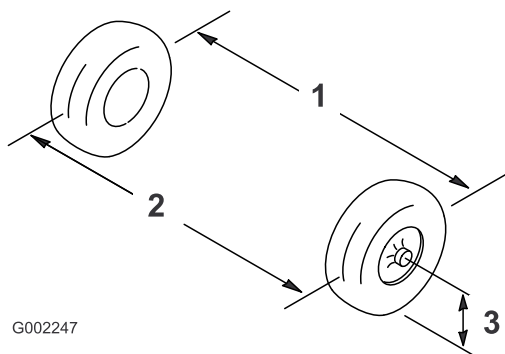

Figure 98
- Mesurez la distance entre les roues avant à hauteur d'essieu, à l'avant et à l'arrière des roues (Figure 98).